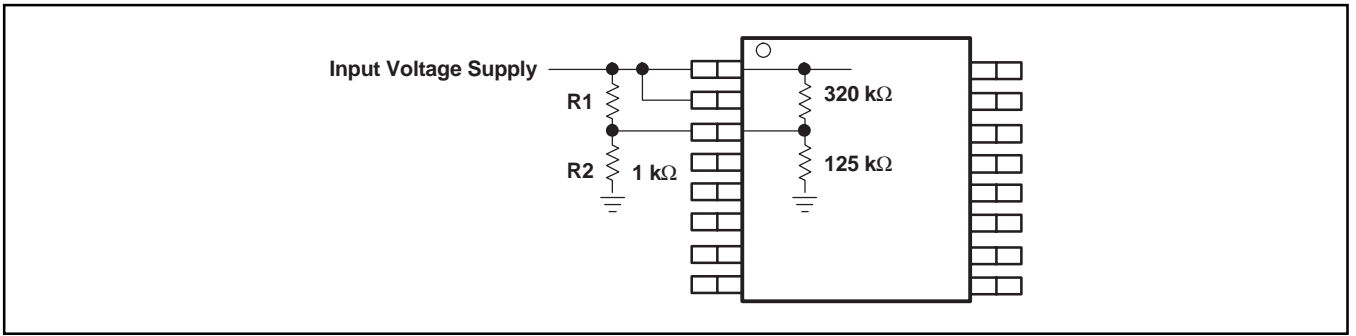

図1. Circuit Using External UVLO Function
低電圧ロックアウト(UVLO)系にはVINからAGNDに分圧器が内蔵されています。スタート/ストップ値のデフォルトはVIN標示で表1に示されています。内部のUVLOスレッシュホールドはVINからグラウンドに抵抗デバイダを外付けすることで無効にできます。内部のデバイダ値は、上側の抵抗が約320kΩ、下側の抵抗は約125kΩです。分割比(ひいてはデフォルトのスタート/ストップ値)は非常に正確ですが、内部抵抗の絶対値は15%ほど変動する可能性があります。外部からUVLOスレッシュホールドを調整する場合に高い精度が要求されるならば、UVLOスレッシュホールドを設定する外付け抵抗にはより小さな値のものを選択してください。下側の抵抗には1kΩ(図1のR2参照)を使用することを推奨します。いかなる状態でもUVLOピンを直接VINに接続しないでください。
4.49Vより高い低電圧ロックアウト(UVLO)スレッシュホールドを必要とするアプリケーションには、スタート電圧のスレッシュホールドを調整するため、図1のように外付け抵抗を使用することができます。例えば、約7.8VのUVLOスタート電圧を必要とするアプリケーションでは式(1)を使うと、R1の計算結果はもっとも近い標準抵抗値5.36kΩとなります。式(2)を使うと入力電圧のストップ・スレッシュホールドの計算結果は6.48Vとなります。